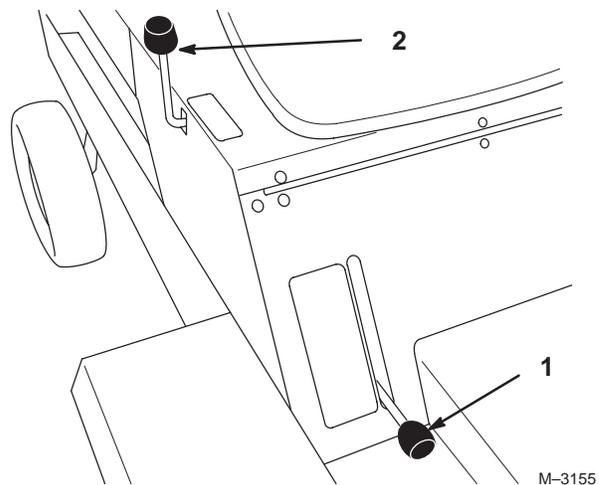

Bild 10
2. Heben Sie den Feststellbremshebel hoch, um die Feststellbremse zu aktivieren (Bild 10).
1. Bewegen Sie den Feststellbremshebel nach unten, um die Feststellbremse zu lösen (Bild 10).
Mit dem Hubhebel werden verschiedene Anbaugeräte angehoben oder abgesenkt (Bild 10).
3. Ziehen Sie den Anbaugeräte-Hubhebel nach hinten, um das Gerät in die gewünschte Stellung anzuheben (Bild 10).
3. Drücken Sie den Anbaugeräte-Hubhebel nach vorne, um das Anbaugerät abzusenken (Bild 10).